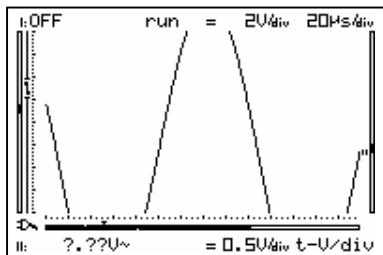

Fig 30
- If the signal goes off-screen or when the signal is too small for measurement, the readout will show ??? (see fig 30)
- Als het signaal buiten het scherm verdwijnt of te klein is voor metingen, zal de uitlezing ??? aanduiden. (**Fig 30**)
- Si le signal sort de l'écran, ou lorsque le signal est trop petit pour être mesuré, trois points d'interrogation ??? sont affichés. (**Fig 30**)
- Wenn das Signal aus dem Bildschirm verschwindet oder wenn das Signal bei dB-Messung zu klein ist, zeigt die Anzeige ??? an (**Abb. 30**)